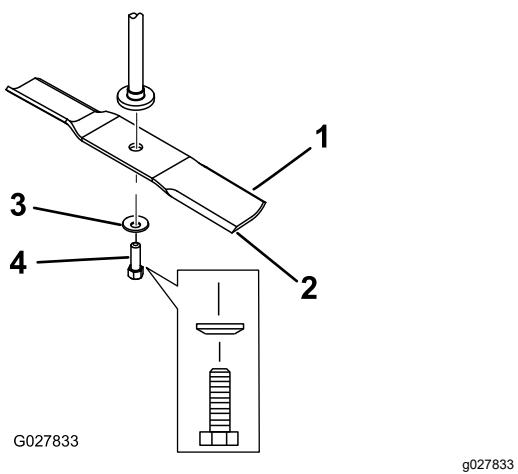

Figure 61
2. Enlevez de l'axe, le boulon, la rondelle bombée et la lame (Figure 61).
- Placez la lame sur l'axe (Figure 61).
- Posez la rondelle bombée (face concave vers la lame) et le boulon de lame (Figure 61).